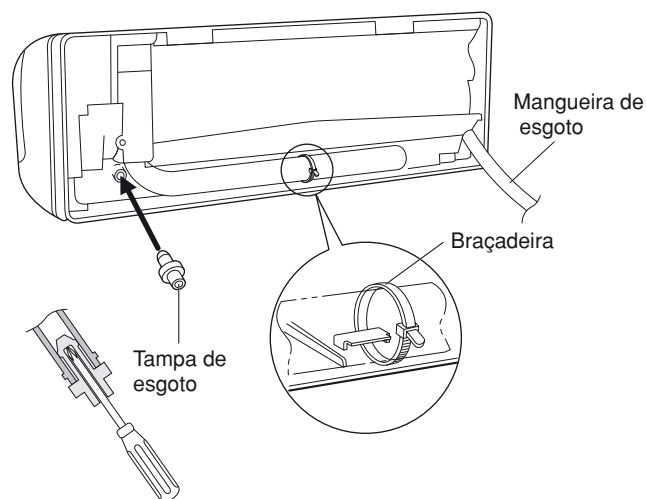

Fig. 40a
- (d) Fixe novamente a mangueira de esgoto no lado esquerdo e a tampa de esgoto no lado direito. (Fig. 40a)
- (3) Instale a unidade de montagem interior no painel traseiro.
- (4) Ligue a tubagem e os fios eléctricos do exterior para o interior.
- (5) Depois de completar o teste de vazamento, empacote a tubagem junto com a fita de blindagem e armazena-a dentro da área de armazenamento da tubagem na parte traseira da unidade de montagem interior e segure-a com as braçadeiras. (Figs. 40a e 41a)